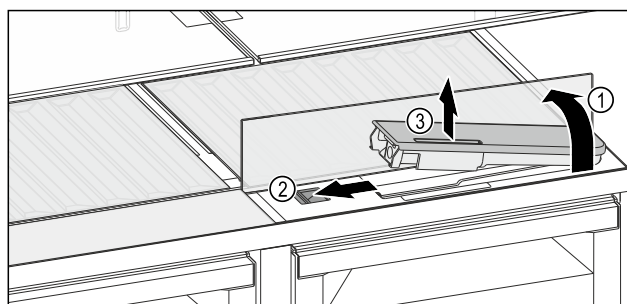

Fig. 157
- ▶ Podignite staklenu ploču i otklopite je do graničnika prema natrag *Fig. 157 (1)*.
- ▶ Pomaknite *Fig. 157 (2)* klizač ulijevo.
- ▶ Izvadite spremnik za vodu *Fig. 157 (3)*.